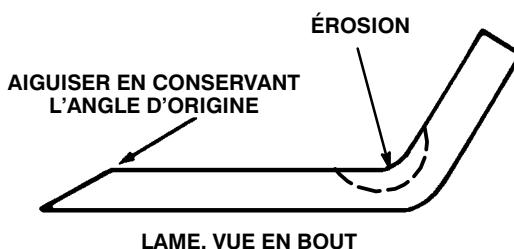

Figure 21
- A l'aide d'une lime, aiguiser le tranchant aux deux extrémités de la lame (Fig. 21).
Vérifier la lame de coupe chaque fois que la machine est dressée sur l'arrière. Si le boulon de fixation de la lame est desserré, le serré à 61-81 Nm. Remplacer la lame ou le bord relevé (Fig. 21) à l'extrémité de la lame s'il est usé, érodé ou fendu. Remplacer la lame si elle est tordue. Toujours utiliser les véritables lames de rechange TORO afin de garantir une sécurité et performance optimales. NE JAMAIS UTILISER D'AUTRES LAMES PRÉTENDUES COMPATIBLES.